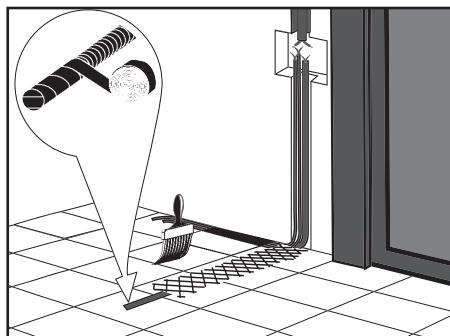

Рис. 13
5) Поместите датчик температуры в трубку, входящую в комплект. Датчик должен располагаться внутри трубки вблизи ее конца. Конец трубки с датчиком, оканчивающийся в полу, плотно загерметизируйте для предотвращения попадания внутрь раствора. Уложите трубку с датчиком в подготовленную канавку и выведите к терморегулятору или распаечной коробке. Радиус изгиба трубки должен быть не менее 5 см (рис. 13).